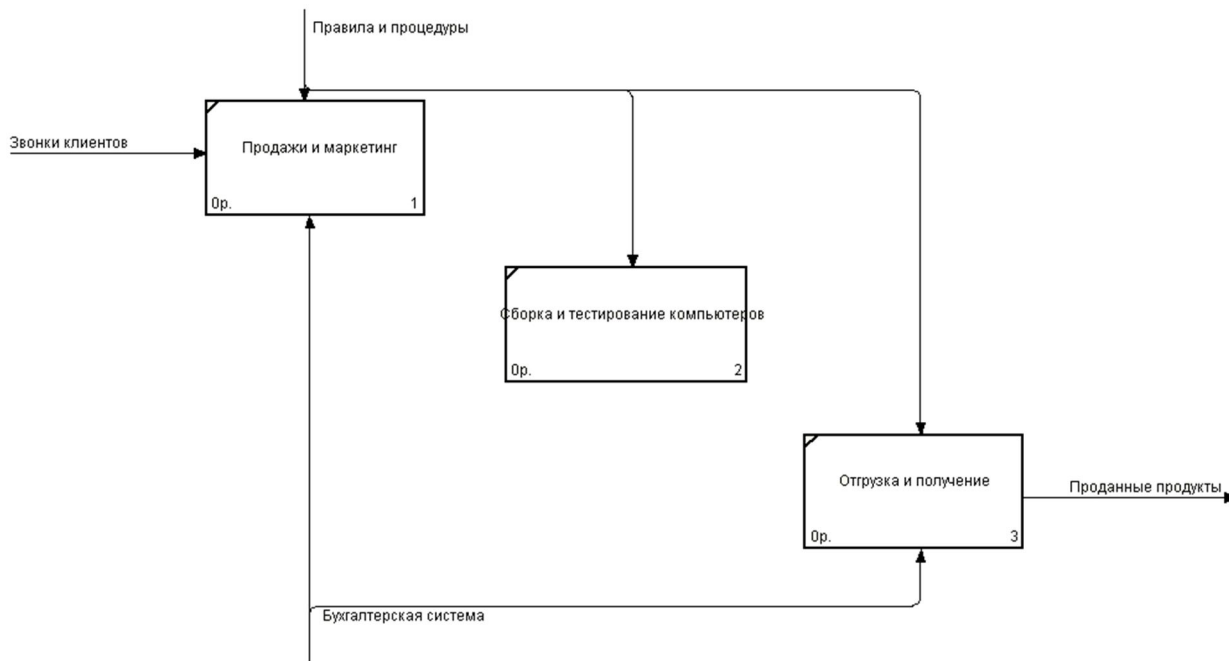

Рис. 6. Создание дочерней диаграммы
8. Свяжите 4 граничные стрелки с работами так, как показано на рис. 6. Сначала щелкните по граничной стрелке, затем щелкните по стороне прямоугольника или наоборот.